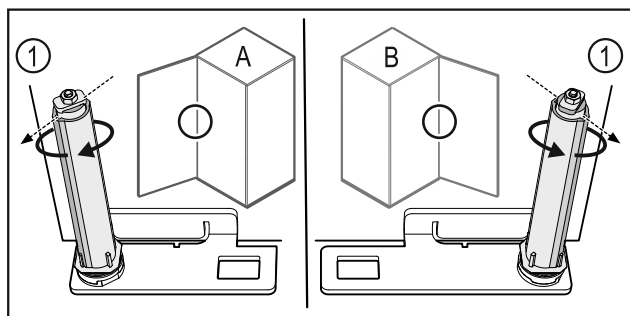

Fig. 53 Butée à gauche (A) / butée à droite (B)
- Tourner le système de fermeture contre la résistance jusqu'à ce que son arête Fig. 53 (1) pointe vers l'extérieur.